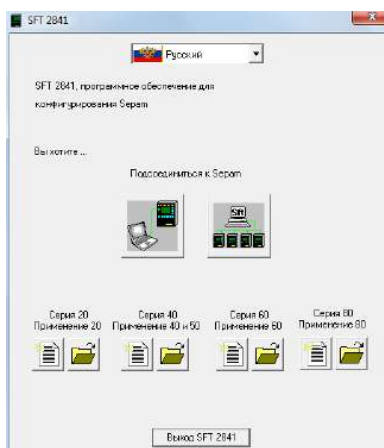

Рисунок 6.2 – Окно «SFT–2841»
6. Запустить приложение SFT2841, в окне программы нажать кнопку  (рис. 6.2).